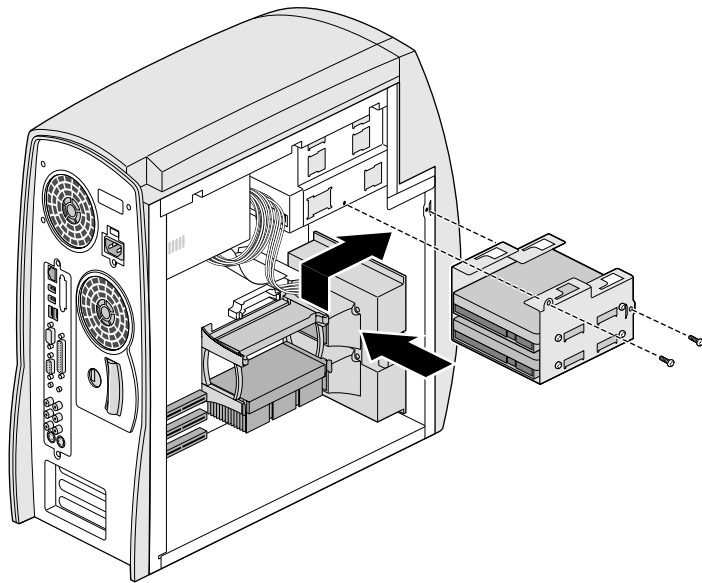

Figura 4-13 Installazione di un supporto per dischi rigidi interni
11. Introdurre il supporto nel suo alloggiamento, come illustrato nella Figura 4-13.